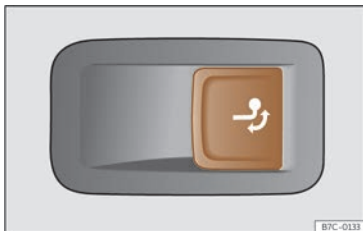

Abb. 172 Auf der rechten Seite im Gepäckraum: Taste zur Entriegelung der Anhängerkupplung.
- Ziehen Sie kurz an der Taste >>> (Abb. 172). Die Anhängerkupplung wird automatisch entriegelt und dreht selbsttätig heraus. Die Kontrollleuchte der Taste blinkt.
- Ziehen Sie kurz an der Taste >>> (Abb. 172). Die Anhängerkupplung wird elektrisch entriegelt.
- Drücken Sie keinesfalls die Taste >>> (Abb. 172), wenn ein Anhänger oder ein Gepäckträger oder anderes Zubehör auf der Anhängerkupplung eingehängt ist.